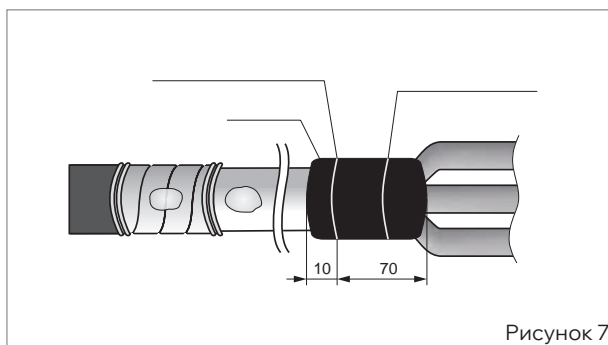

Рисунок 7
- Обмотать длинную ленту герметика по краю металлической оболочки с заходом на 10 мм на оболочку и на 70 мм по жилам кабеля, удаляя разделительную бумагу (рис. 7).